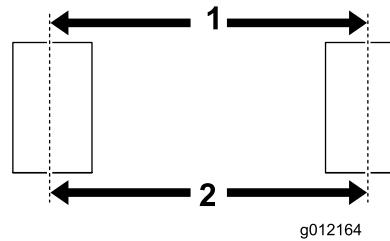

**Figura 2**
- Utilizando os 4 parafusos da carroçaria e as 4 porcas de bloqueio, monte um eixo no lado inferior dos suportes de montagem em cada lado da plataforma do reboque. Posicione o eixo, parafusos de carroçaria e porcas como se mostra na Figura 2.
- Monte um conjunto de roda em cada cubo de eixo com 4 porcas de roda (Figura 2). Aperte as porcas com 108,47 N·m. Encha os pneus com 0,34 bar.